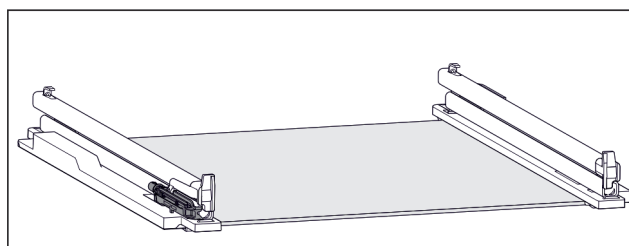

Fig. 159 Tompítóegység
- ▶ A bal oldali sínre fel van erősítve a tompítóegység. (lásd Fig. 159) A jobb oldalra nincs felerősítve tompítóegység.